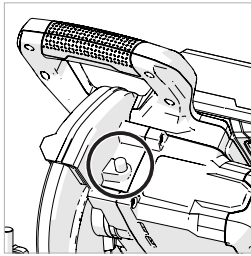

Fig. 18
- Drücken Sie die schwarze Dornsperre, um den Dorn zu sperren. (**Abb. 18**)